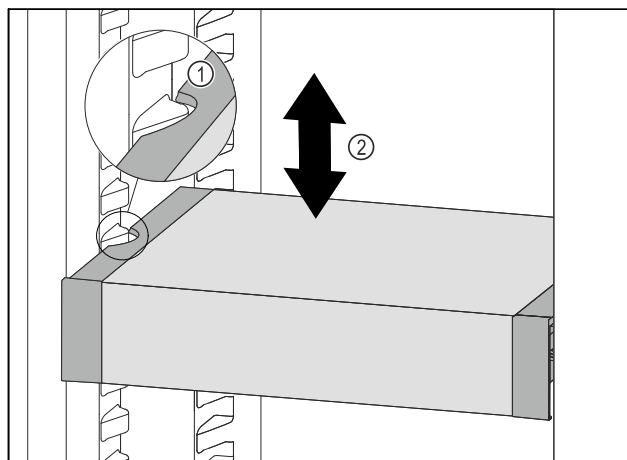

Fig. 171
- VarioSafe ťahajte dopredu, dokým sa bočné vybrania VarioSafe nebudú nachádzať vo výške rebra nádoby v chladničke. Fig. 171 (1)
- VarioSafe v chladničke presúvajte nahor alebo nadol, dokým sa dosiahne požadovaná výška. Fig. 171 (2)